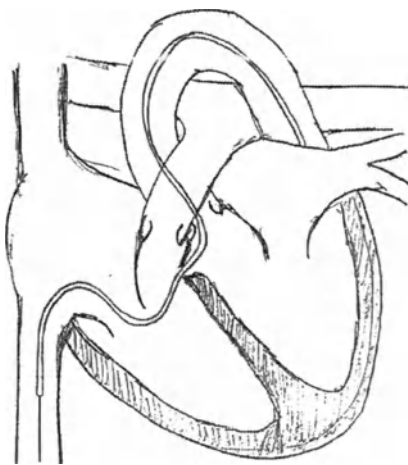

Рис. 06: Продвижение катетера в нижнюю полую вену
- (Рис. 06) Удалите баллонный катетер или венозный катетер и продвигайте катетер JR на левую сторону, через проволоочный проводник катетера, через ДМЖП, пока он не достигнет нижней полой вены.